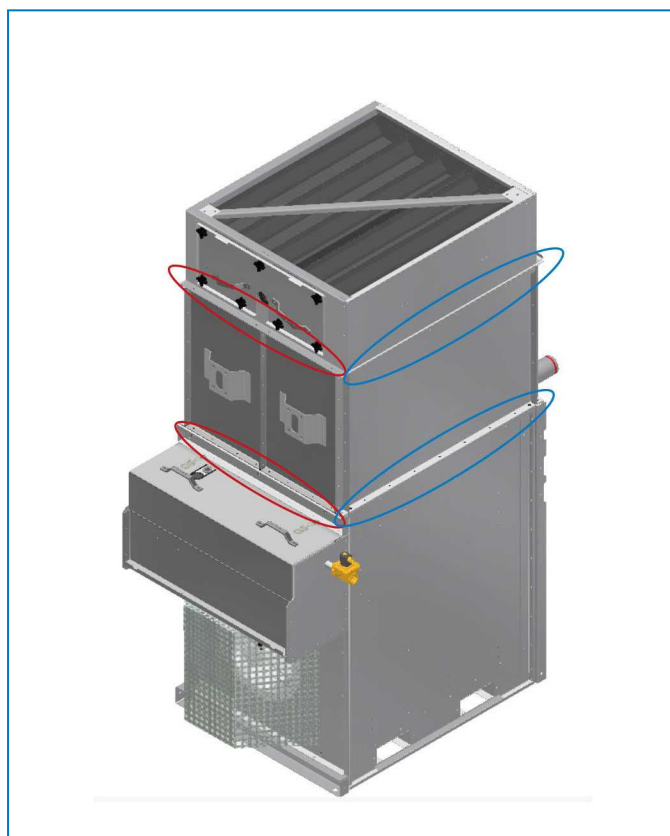

Рис. 7. Тип крепления для сборки оросительной секции
2. Снимите панель доступа с оросительного отсека, сохранив крепежные изделия, затем аккуратно извлеките улавливатели через отверстие. Обратите внимание на ориентацию и расположение каждого улавливателя. Улавливатели необходимо вернуть на место после установки трубопровода орошения. См. рисунок 7.
3. Разместите уплотнительную ленту в верхней части секции технологии теплопередачи hCore™. Уплотнительная лента должна быть уложена внахлест на 25 мм по углам. После этого оросительную секцию можно поднять и подсоединить со всех четырех сторон к нижней секции, используя крепежные изделия, предоставляемые заводом, см. рисунок 3. Обратите внимание, что тип крепления зависит от местоположения и конструкционных материалов изделия. См. рисунок 7 и таблицу 3.